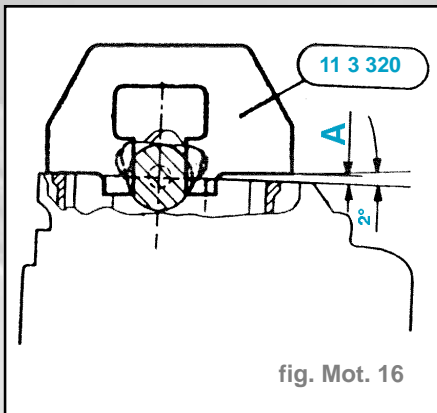

fig. Mot. 16
- Contrôler le réglage de l'arbre à cames avec l'outil spécial (fig. Mot. 16).
- Si on doit réutiliser des chaînes qui ont servi plus de 20 000 km, il faut intercaler, du côté admission, une jauge d'épaisseur de $A = 4,5 \text{ mm}$ (fig. Mot. 16).